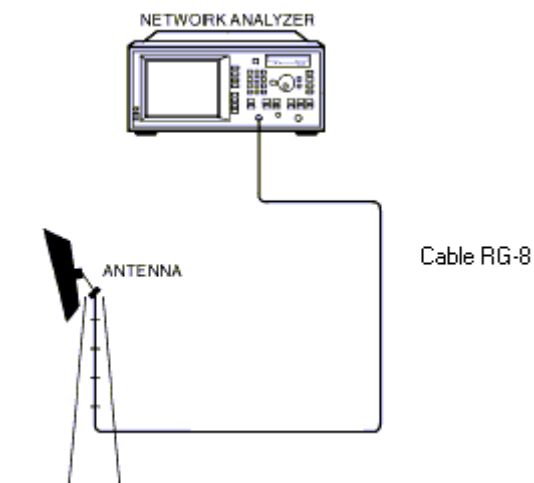

Figura 2-91. Configuración para la medición.
4. Conecte el equipo como se muestra en la Figura 2-91.